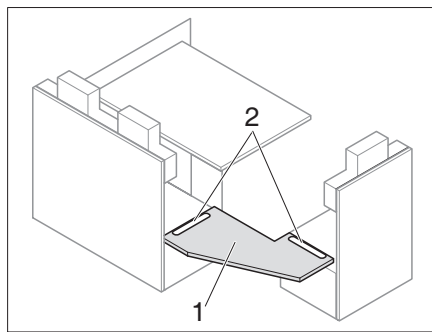
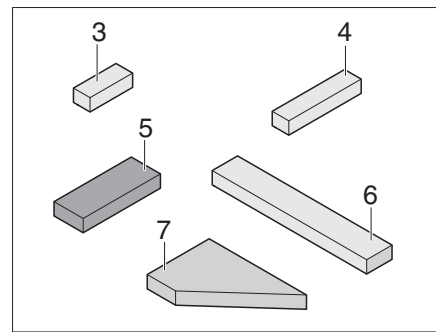
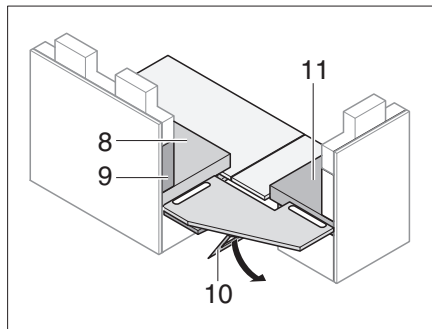
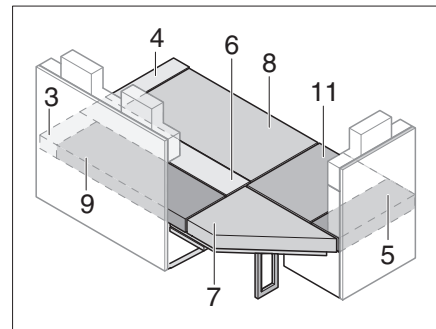

Fig. 183 Utilizar placa de refuerzo
Fig. 184 Cojín adicional
Fig. 185 Apoyar la placa de refuerzo
Fig. 186 Después de la transformación
- Insertar la placa de refuerzo (Fig. 183,1) en las ranuras (Fig. 183,2).
- Desplegar el apoyo (Fig. 185,10) debajo de la placa de refuerzo (Fig. 183,1).
- Colocar el cojín del asiento, el cojín del respaldo y los cojines adicionales como se muestra en Fig. 186 (los números de posición se refieren a Fig. 184 y Fig. 185).
- Desplegar las prolongaciones del banco (Fig. 183).